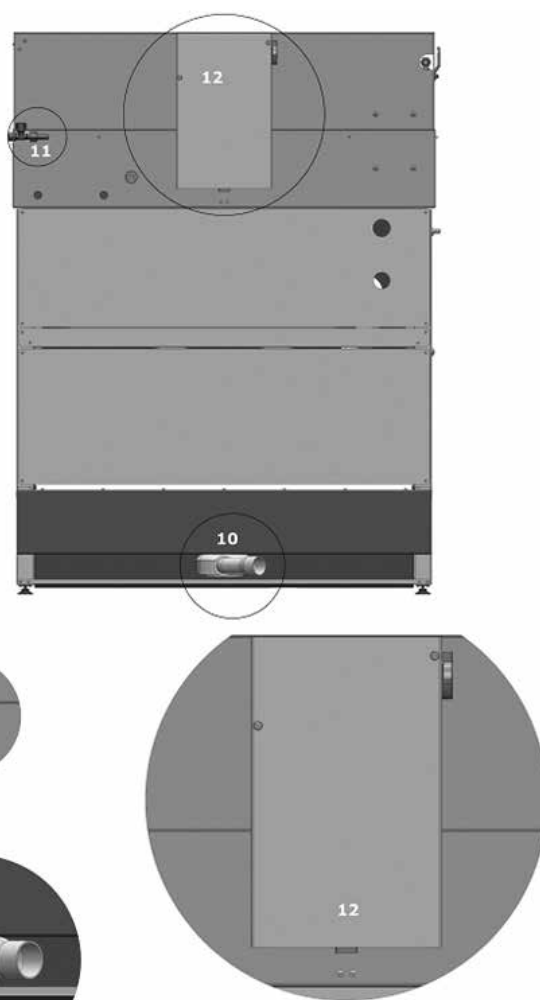

Fig. 3
Pour des écoulements situés plus hauts, la pompe d'eaux usées 61 70 30 doit être commandée également et raccordée avec le raccord prévu à cet effet au dos de l'installation (centré derrière l'installation, dans une boîte de dérivation : introduire le câble de pompe dans la boîte de dérivation et connecter. (12) fig. 3.